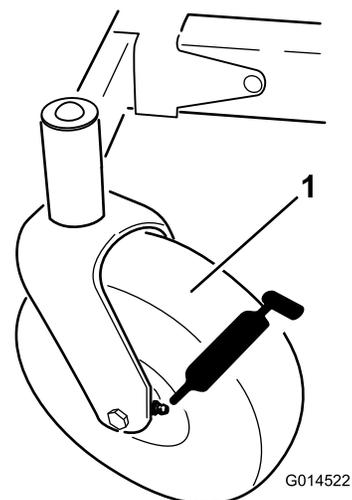
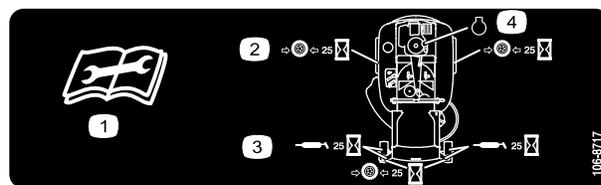

Figura 32
Figura 33
3. Limpie con un trapo los puntos de engrase (Figura 32) y (Figura 33). Asegúrese de rascar cualquier pintura que hubiera sobre los puntos de engrase.
4. Conecte una pistola de engrasar a cada punto de engrase (Figura 32 y Figura 33). Bombee grasa hasta que empiece a rezumar grasa de los cojinetes.